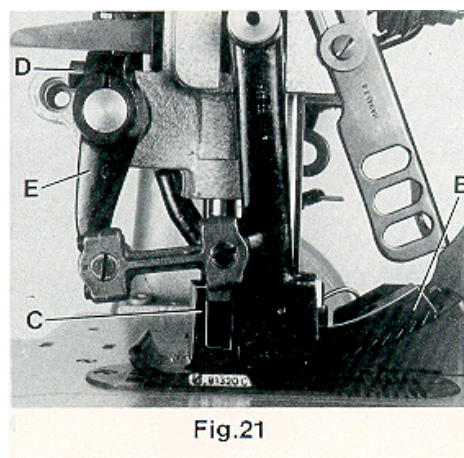

Fig.21
Assemble the upper feed dog (B, Fig. 21) and the presser foot (C). The upper feed dog (B) should not push against the front or rear end when moving in the slots of presser foot (C).
Montieren Sie den Obertransporteur (B, Fig. 21) und den Drückerfuß (C). Der Obertransporteur (B) darf bei seiner Bewegung in den Schlitzen im Drückerfuß (C) weder vorne noch hinten anstoßen.
For setting the upper feed dog with respect to the slot ends in the presser foot and the tooth spaces of the lower feed dog, loosen screw (D, Fig. 21) and turn drive lever (E) accordingly to the front or rear. Retighten screw.
Zum Einstellen des Obertransporteurs in Bezug zu den Schlitzen im Drückerfuß und zu den Zahnlücken des unteren Transporteurs lösen Sie die Schraube (D, Fig. 21) und schwenken Sie den Antriebshebel (E) entsprechend nach vorn oder hinten. Ziehen Sie die Schraube wieder an.
The motion should be set so that the rear four teeth of the upper feed dog (B, Fig. 21) remain approx. 1/3 of their height in the presser foot slots when lifting.
Die Bewegung muß so eingestellt sein, daß die hinteren vier Zähne des Obertransporteurs (B, Fig. 21) beim Abheben noch mit etwa 1/3 ihrer Höhe in den Drückerfußschlitzen sind.